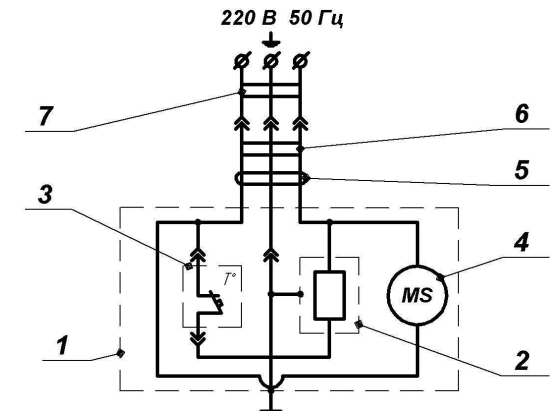

Рисунок 1
4.3 Подключение подогревателя (как прибора класса защиты I) осуществлять только к 3-х проводной однофазной питающей сети (см. схему рисунок 1).